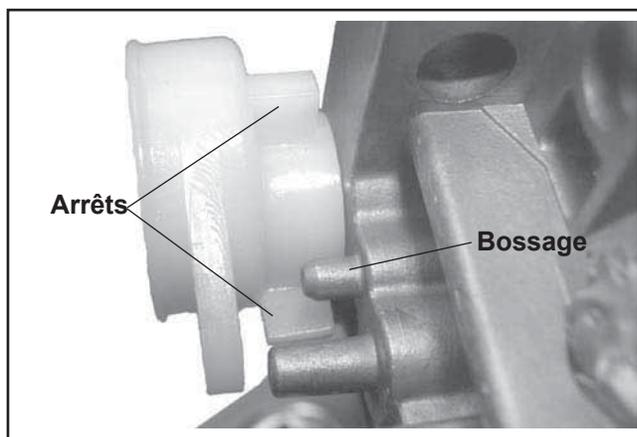

Figure 5-34. Montage du levier de la vanne d'air.
7. Introduire de l'extérieur la nouvelle douille par le nouveau levier de la vanne d'air et insérer la douille dans l'alésage du petit arbre externe. Placer le levier de la vanne d'air de sorte que le bossage saillant sur le carter du carburateur se trouve entre les deux arrêts formés dans le levier de la vanne d'air. Voir la Figure 5-34.